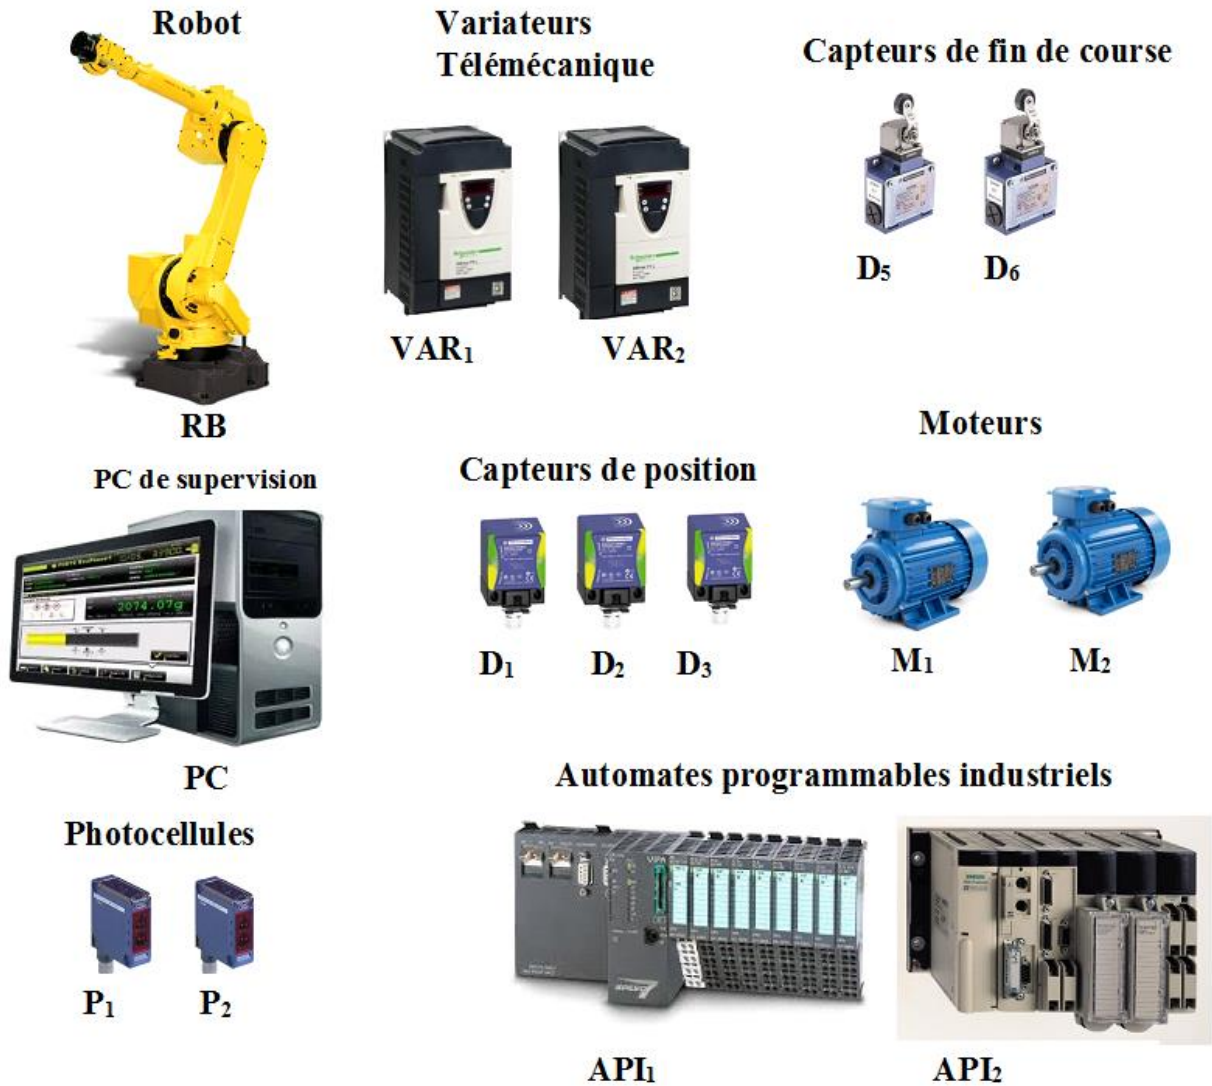

Figure 2: Différents équipements à interconnecter.
b) En se référant à la Figure 2, compléter la structure du réseau en mettant: